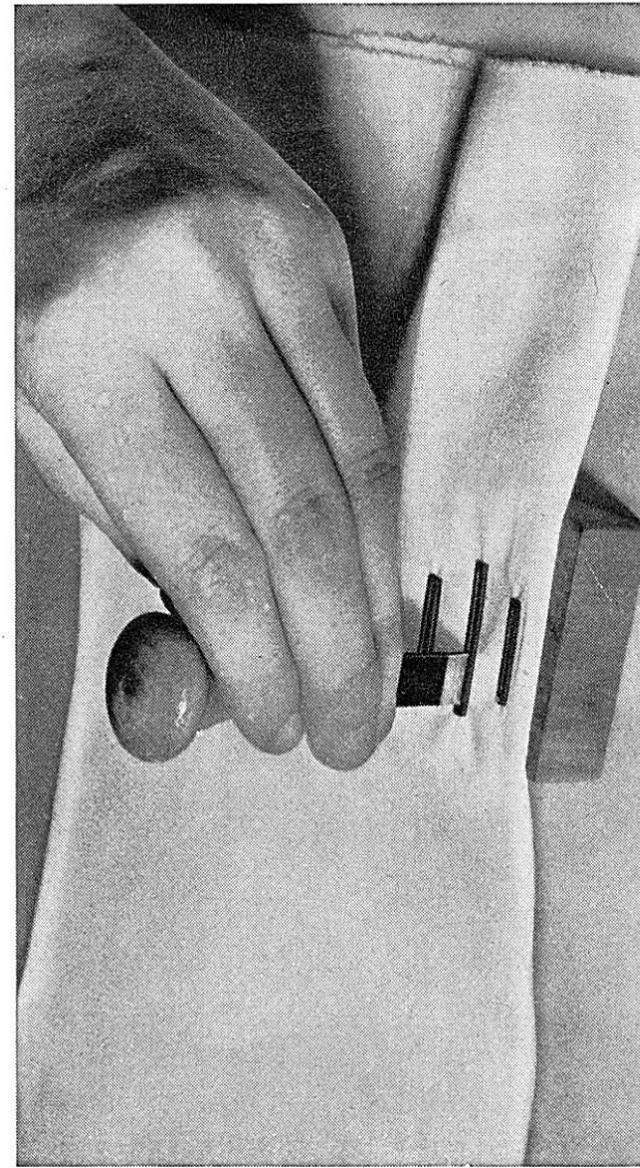

Abb. 43
Das genähte Knopfloch wird auf die Holzunterlage gelegt und mit dem Knopfmesser durchschnitten (Abb. 43).
13. Zum Schluß legt man die Arbeit auf die Holzunterlage und durchsticht den Stoff innerhalb der beiden Raupen. Siehe Abb. 43.